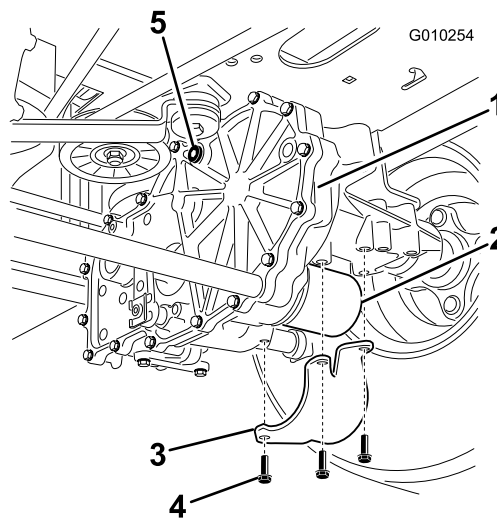

Figure 63
6. Localisez le filtre et les protections sur chaque transmission à boîte-pont (Figure 63).
7. Enlevez les 3 vis qui fixent la protection du filtre et déposez la protection (Figure 63).
4. Reposez les protections sur chaque filtre à leur emplacement d'origine (Figure 63).
5. Fixez les protections des filtres avec les 3 vis (Figure 63).
8. Remettez le bouchon d'aération en place (Figure 63).